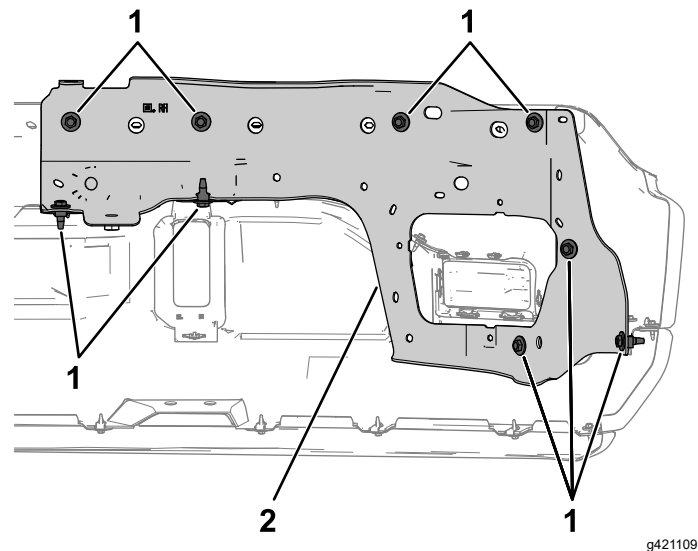

Bild 1
5. Entfernen Sie die Schrauben, mit denen die hinteren Halterungen an der Stoßfängerschale befestigt sind (**Bild 1**). Legen Sie die hinteren Halterungen beiseite.